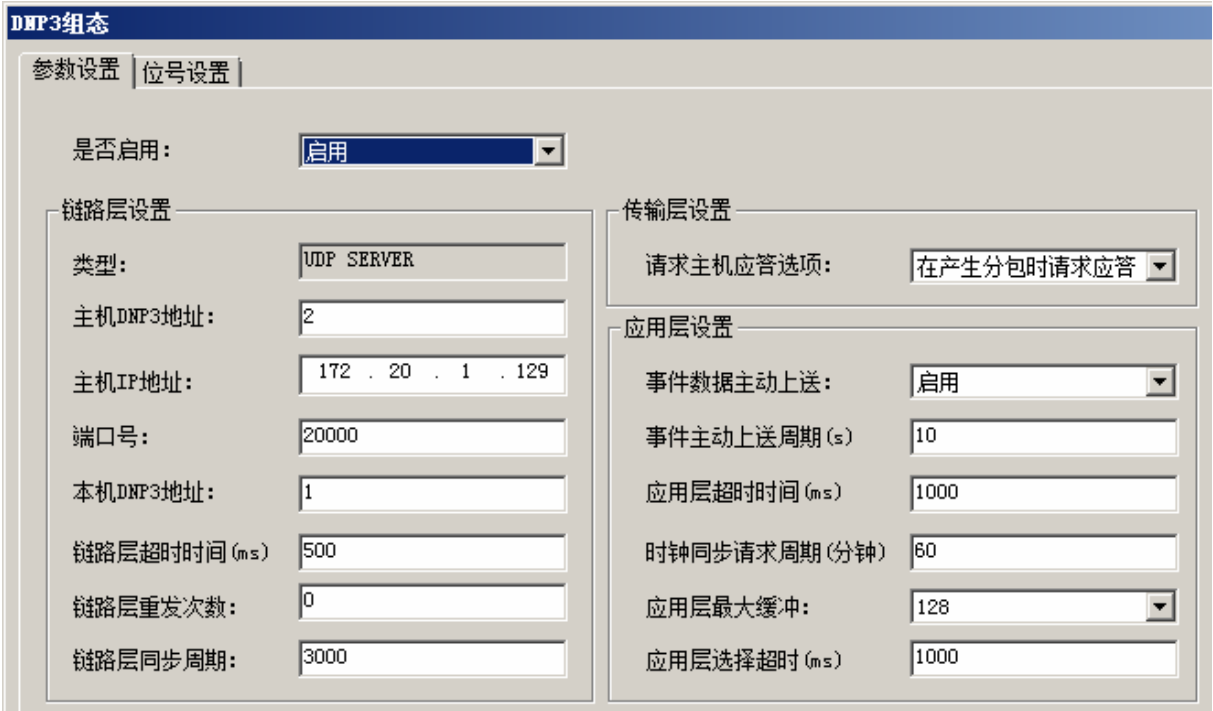

图 4-23 DNP3 组态-参数设置
2. 在硬件组态管理软件中，右键单击某控制器，选择“DNP3 组态”，弹出如图 4-23所示界面。在此界面中设置是否启用，及链路层、传输层、应用层的参数。